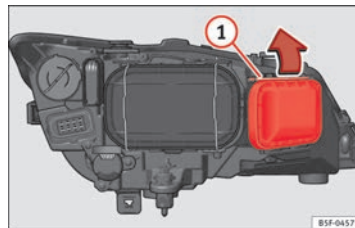

Fig. 189 Lámpara de luz de carretera.
- Desplace el tirante ⇒ fig. 189 ① en el sentido de la flecha y saque la tapa.